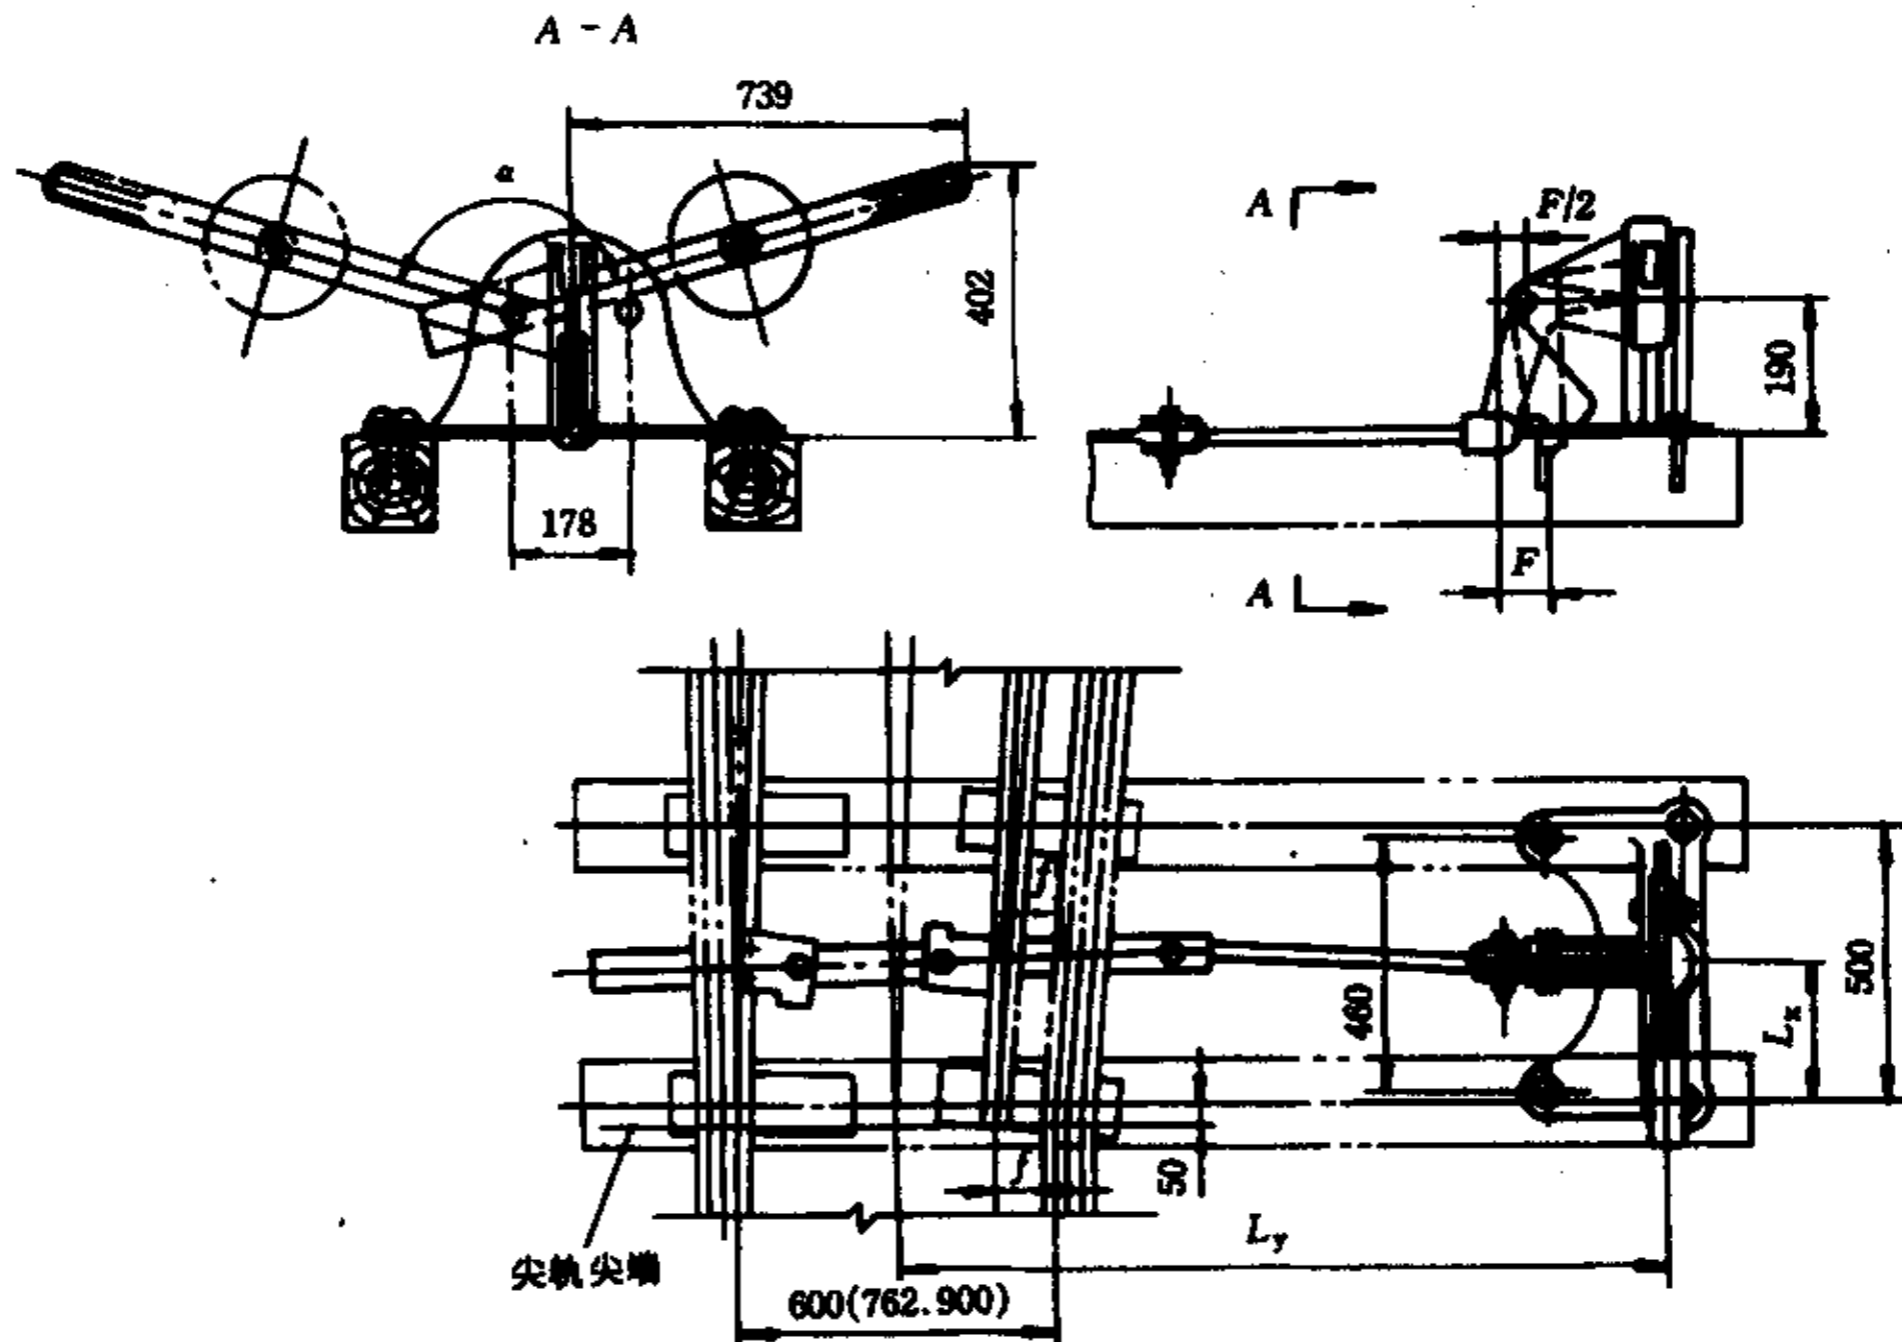

图 5 立式手动扳道器 BLS 130/588
- a) 立式手动扳道器 BLS 130/588 见图 5。